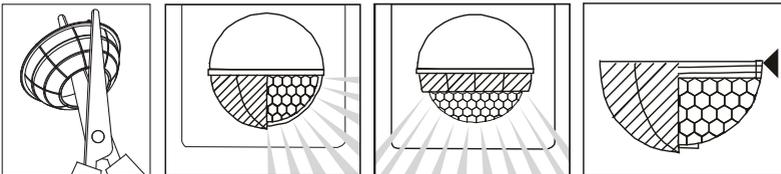

Abb. 6
3. Stecken Sie die Abdeckung in den umlaufenden Schlitz am Sensorkopf. Die Position kann angepasst werden, indem die Abdeckung im Schlitz verschoben wird (Abb. 6).